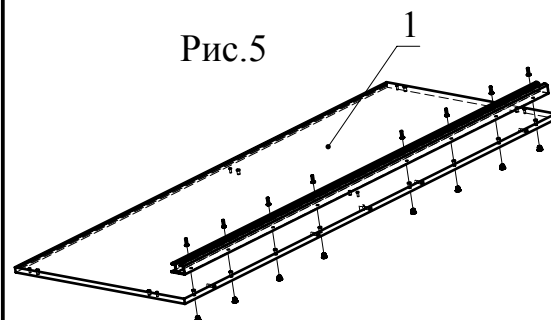

Рис.5
3. Вкрутите муфты металлические в деталь 1 и с помощью винтов М6х20 прикрепите верхнюю направляющую (металл) (Рис. 5).